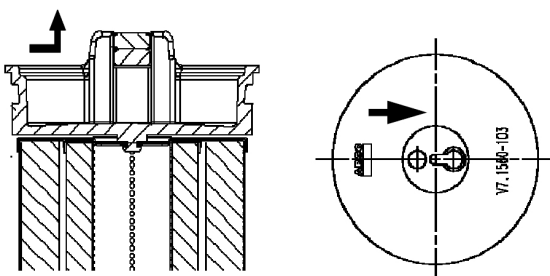
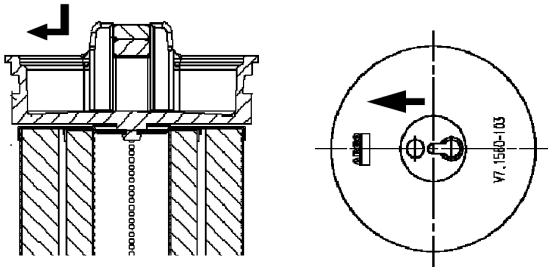

Abb. 7: Lösen der Rasterung am Deckel / Filterelement
Abb. 8: Einhängen des Deckels im Filterelement
Beim Filterelementwechsel in folgenden Schritten vorgehen (siehe auch Abbildung 7 und Abbildung 8):
- › Filterelement am Deckel durch Verschieben aushängen (siehe Abbildung 7).
- › Filterelement am Deckel einhängen (siehe Abbildung 8).